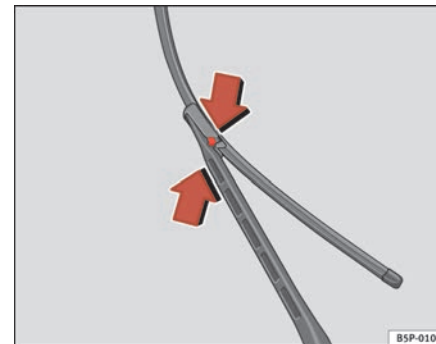

Abb. 162 Scheibenwischerblätter vorne austauschen
- Drücken Sie auf die seitlichen Sperren und ziehen Sie das Wischerblatt in Pfeilrichtung heraus ⇒ Seite 235, Abb. 162.